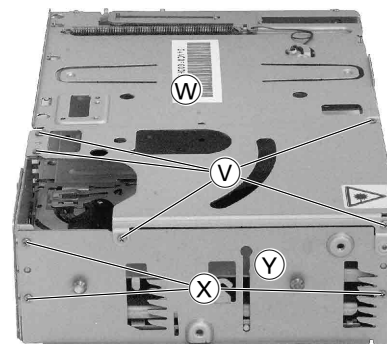

Fig. 11
- 3 Schrauben (X) (Fig. 11) heraus-schrauben und Seitenteil (Y) abnehmen.
- Undo 3 screws (X) (Fig. 11) and remove the side part (Y).